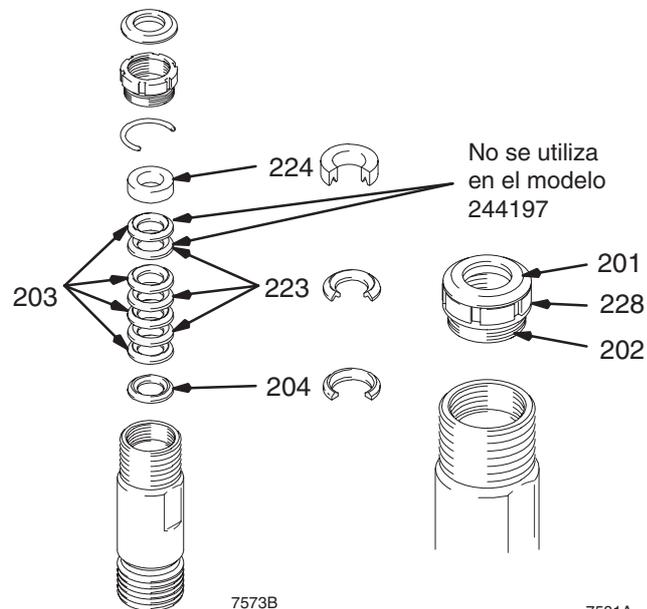

Fig. 11
Fig. 11. Antes de montar, empape todas las empaquetaduras de cuero con aceite SAE 30W durante 1 hora como mínimo. Coloque el casquillo macho (204). Coloque las empaquetaduras alternando las empaquetaduras UHMWPE (203) con las de cuero (223) (observe la orientación). Coloque el casquillo hembra (224). Coloque el sello (201) y la tuerca prensaestopas (202) y el espaciador de ajuste del cuello (228).